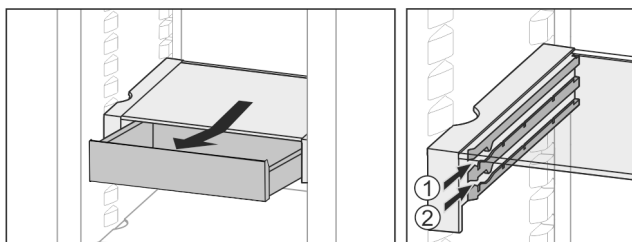

Fig. 28
- Zasuňte ju v ľubovoľnej výške Fig. 28 (1) alebo Fig. 28 (2).